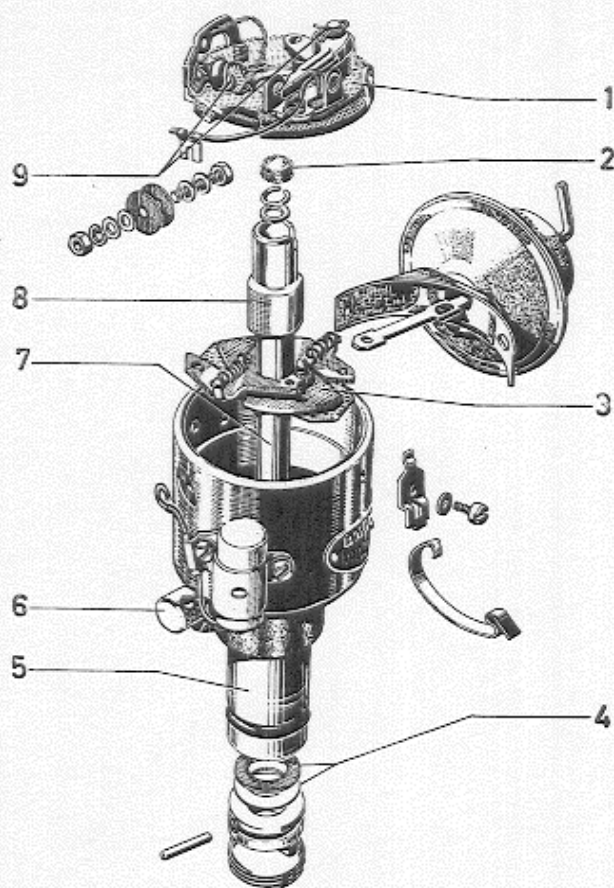

Abb. 102 Schmierplan für Zündverteiler
1. Teile des Zündverteilers nach den Anweisungen auf Abb. 102 schmieren.
4. Zündverteiler nach den Anweisungen auf Abb. 102 schmieren.